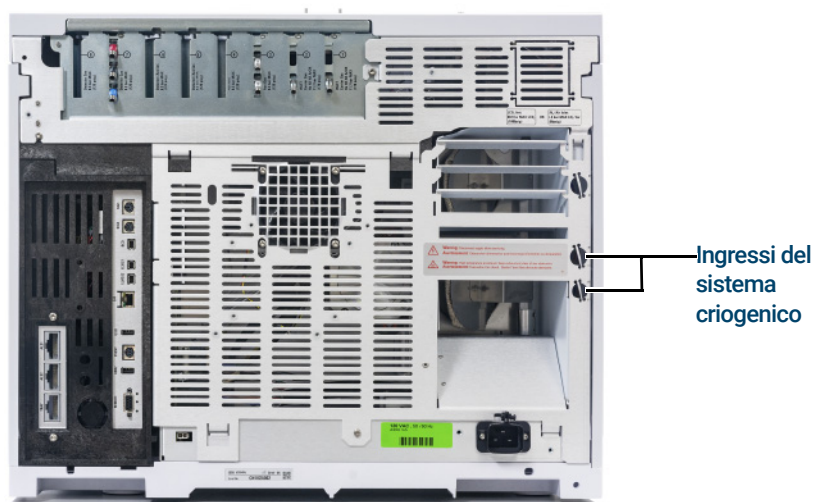

Figura 14. Collegamenti della valvola di raffreddamento criogenico a N₂
- 2 Individuare l'iniettore per il refrigerante sul retro del GC. Preparare un tubo di lunghezza sufficiente a collegare la bombola a questa uscita. Vedere **Figura 14**.